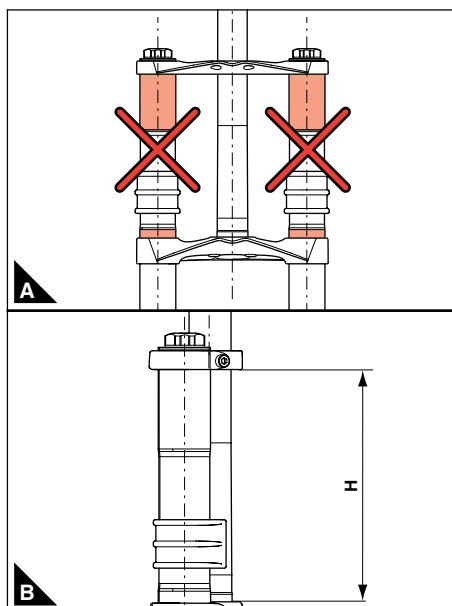

Figura 2 - Installazione sul telaio di forcelle a doppia piastra: (2A) Fissaggio piastre di sterzo, (2B) Lunghezza massima canotto di sterzo tra le piastre
- In presenza di zone a diametro maggiorato sui tubi portanti, il fissaggio delle piastre di sterzo può essere effettuato solo nella zona ombreggiata indicata in **Figura 2 A**.
- Sulle forcelle a doppia piastra, la lunghezza massima del canotto di sterzo tra le due piastre (vedi **Figura 2 B**) deve risultare inferiore ai valori (H) riportati **Tabella 3**